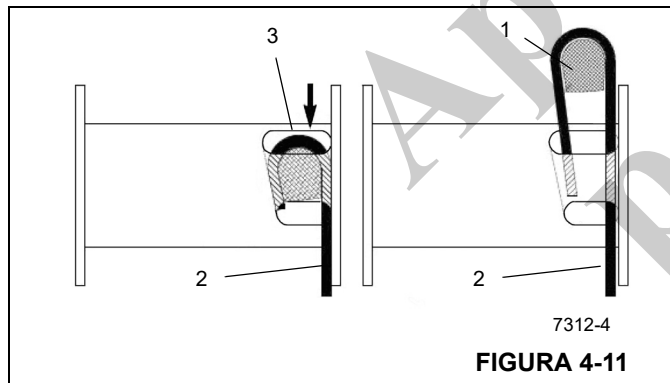

FIGURA 4-11
3. Insira o cabo através da fenda e posicione-o em volta da cunha de fixação (1, Figura 4-11).